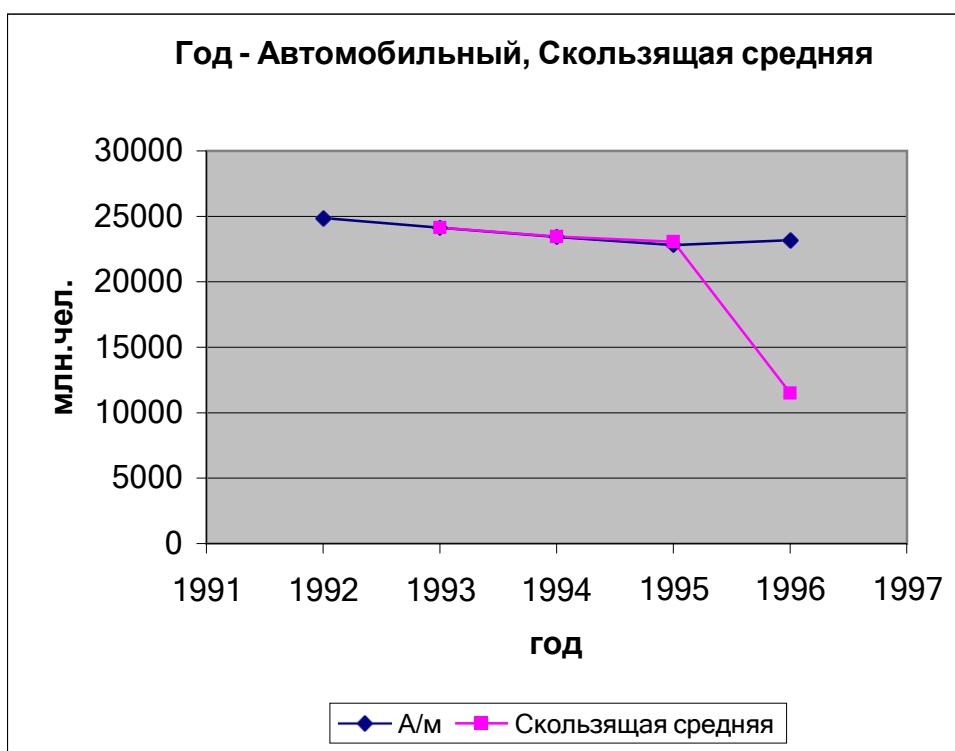

Рис. 3.8. Графики Год – Автомобильный и Скользящая средняя
9. Постройте графики «Год – Автомобильный, Скользящая средняя» (рис. 3.8).